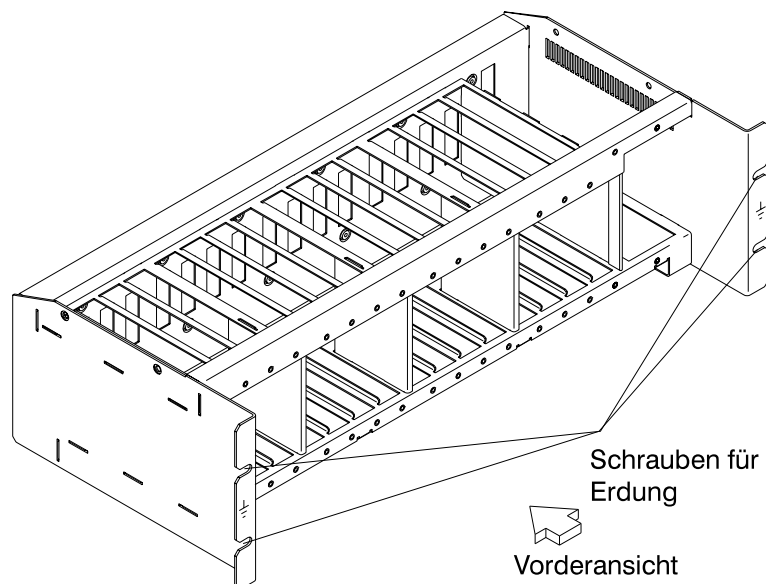

Figure 0-14. Erdung des Verteilerkastens über Schrauben
- Prüfen, ob die elektrische Verbindung zwischen dem Gehäuse des Verteilerkastens und dem Rahmen der Erweiterung der Steuereinheit gewährleistet ist, sofern Verteilerkästen vorhanden sind. Dieser Schritt muß vor dem Anschluß von Signalkabeln erfolgen (siehe Figure 0-14 on page xxxv).